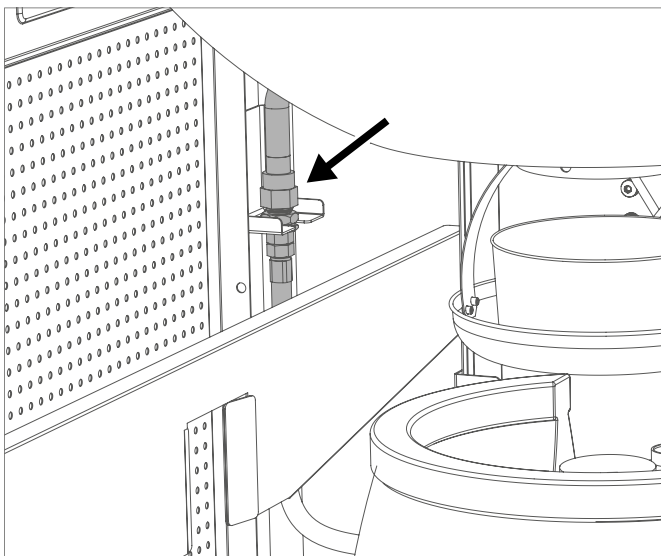

Abb. 2A
2. Öffnen Sie die Gaszufuhr an der Flasche und bepinseln Sie alle gasführenden Teile (die Verbindung an der Gasflasche / den Gasdruckregler / den Gasschlauch / den Gaseintritt / die Verbindung am Ventil) mit einer Seifenlösung aus 50 % flüssiger Seife und 50 % Wasser. Sie können auch ein Lecksuchspray verwenden. **(siehe Abb. 2A und 2B)**